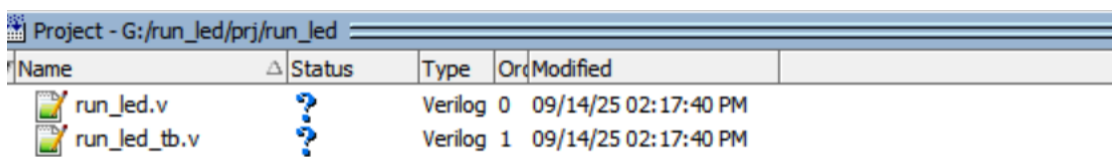

图 22 添加的两个文件
⑦ 之后关掉弹窗可以看到 Project 处显示的是添加的两个文件。如下图 22 所示。